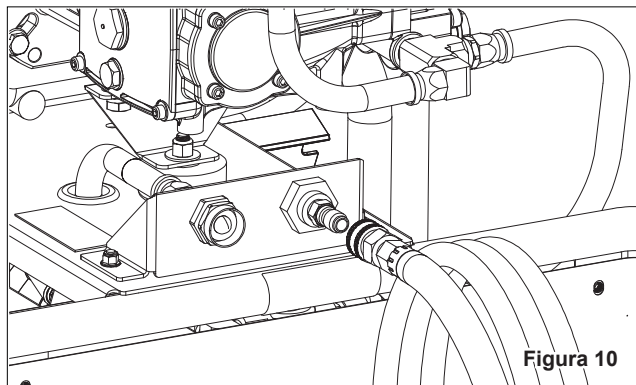

Figura 10
2. Instale la manguera de presión en la hidrolavadora como se muestra en la Figura 10.